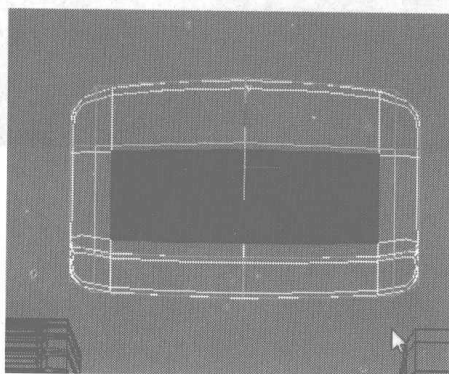
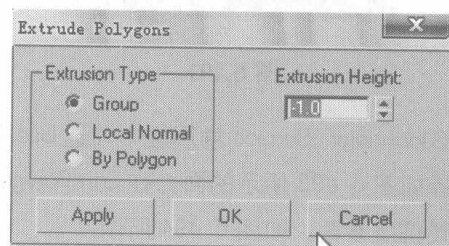

图 6.497
图 6.498
- 08 选择如图 6.497 所示的面，在 Edit Polygons 卷展栏中单击 **Extrude** 右侧的小按钮，在弹出的对话框中设置挤压参数，并多应用几次该命令，如图 6.498 所示。